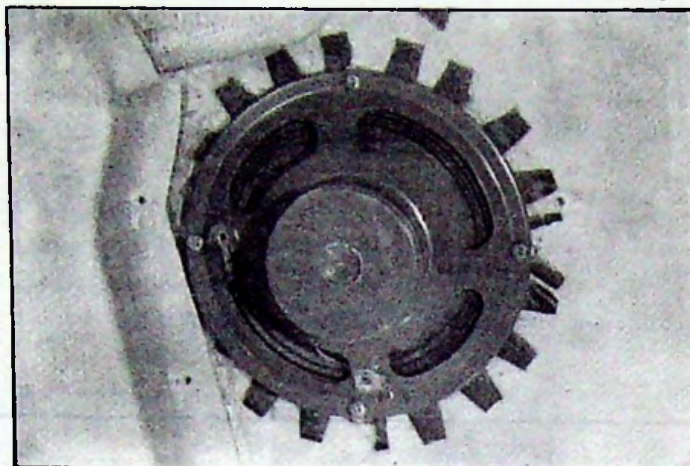

Fig. 4
- fixer sur chaque panneau de côté, à l'aide de quatre vis plus longues (voir fig. 4) :